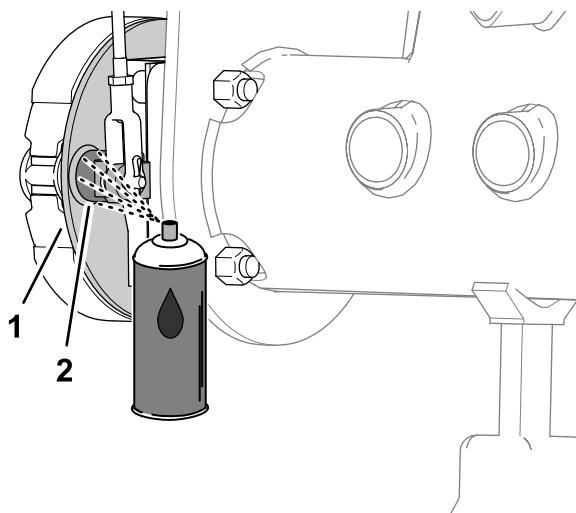
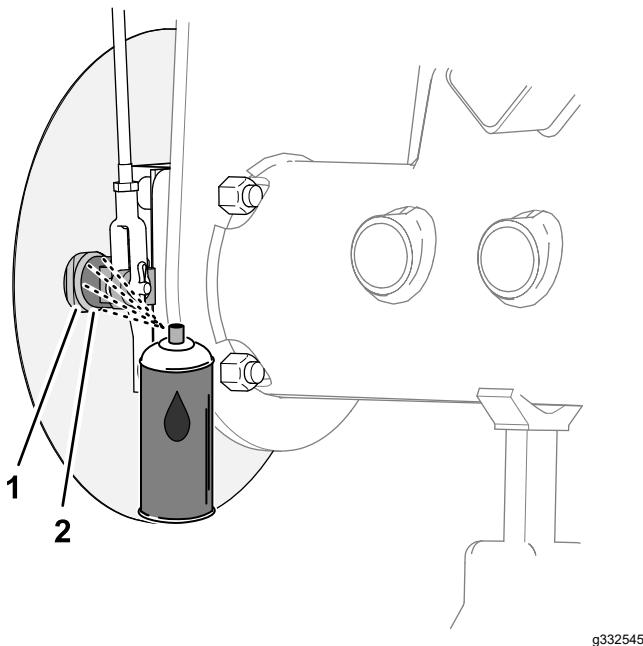

Figura 68
Figura 69
1. En el lado interior del plato del freno (máquinas sin deflector de hierba opcional en la llanta de la rueda) o en el deflector de la rueda (máquinas con deflector de hierba opcional), pulverice aceite penetrante entre el árbol de levas del freno y el plato fijo (Figura 68 o Figura 69).